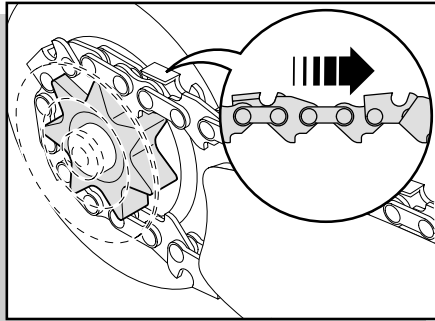

fig. 3
- Coloque a corrente no pinhão com os traçadores girados para frente (para a ponta da guia). Engate os elos de tracção nos dentes do pinhão (fig. 3).